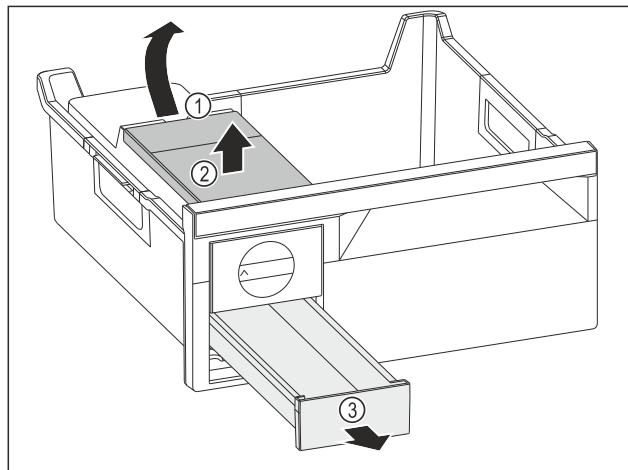

Fig. 75
- Вийняти бак для води: підняти бак для води за заглиблення Fig. 75 (1).
- Вийняти бак для води Fig. 75 (2) рухом вгору.
- Вийняти висувний ящик для кубиків льоду Fig. 75 (3) рухом вперед.